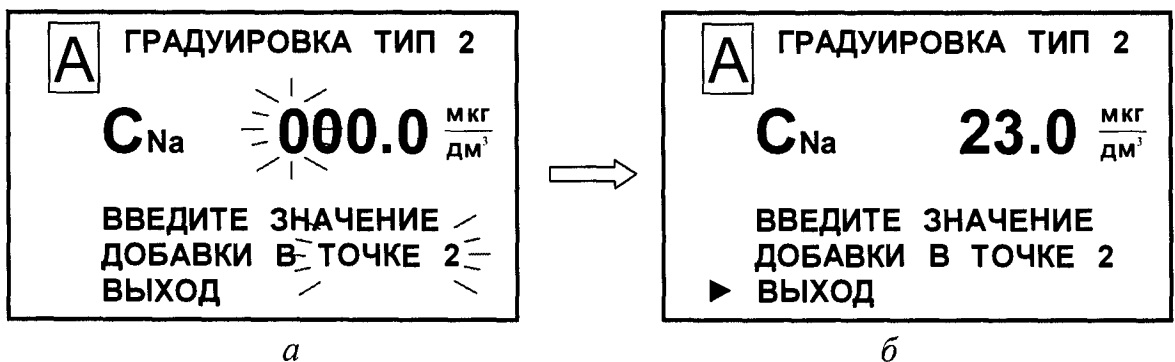

Рисунок 3.30
- 24 Ввести на экране (рисунок 3.30а либо 3.31а) значение 23,0 мкг/дм³.
- 25 Установить маркер «►» на строку ВЫХОД (рисунок 3.30б либо 3.31б) и нажать кнопку « $\frac{\text{МЕНЮ}}{\text{ВВОД}}$ ». Появится экран: